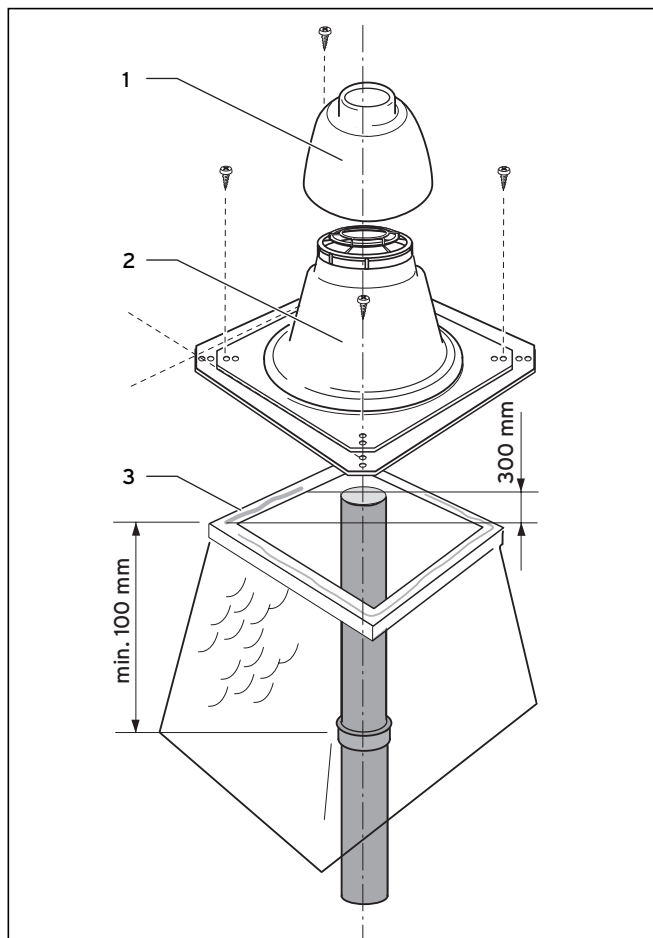

Fig. 5.26 Montarea piesei de supraînălțare cămin
- Repetați îmbinarea conductelor de atâtea ori, până când puteți introduce conducta inferioară în cotul de susținere, iar conducta superioară permite montarea capacului căminului, ca în Fig. 5.26.